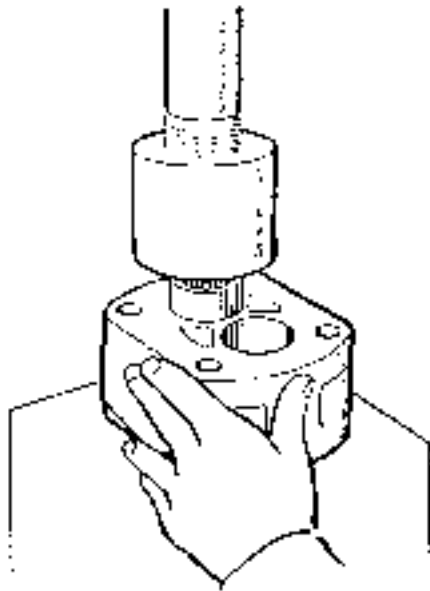

Fig. 18
4. Press needle bearing ⑩ into end frame ① and bearing case ②. (Fig. 18)
4. エンドフレーム(1)、ベアリングケース(2)にニードルベアリング(10)を圧入する。(Fig. 18)